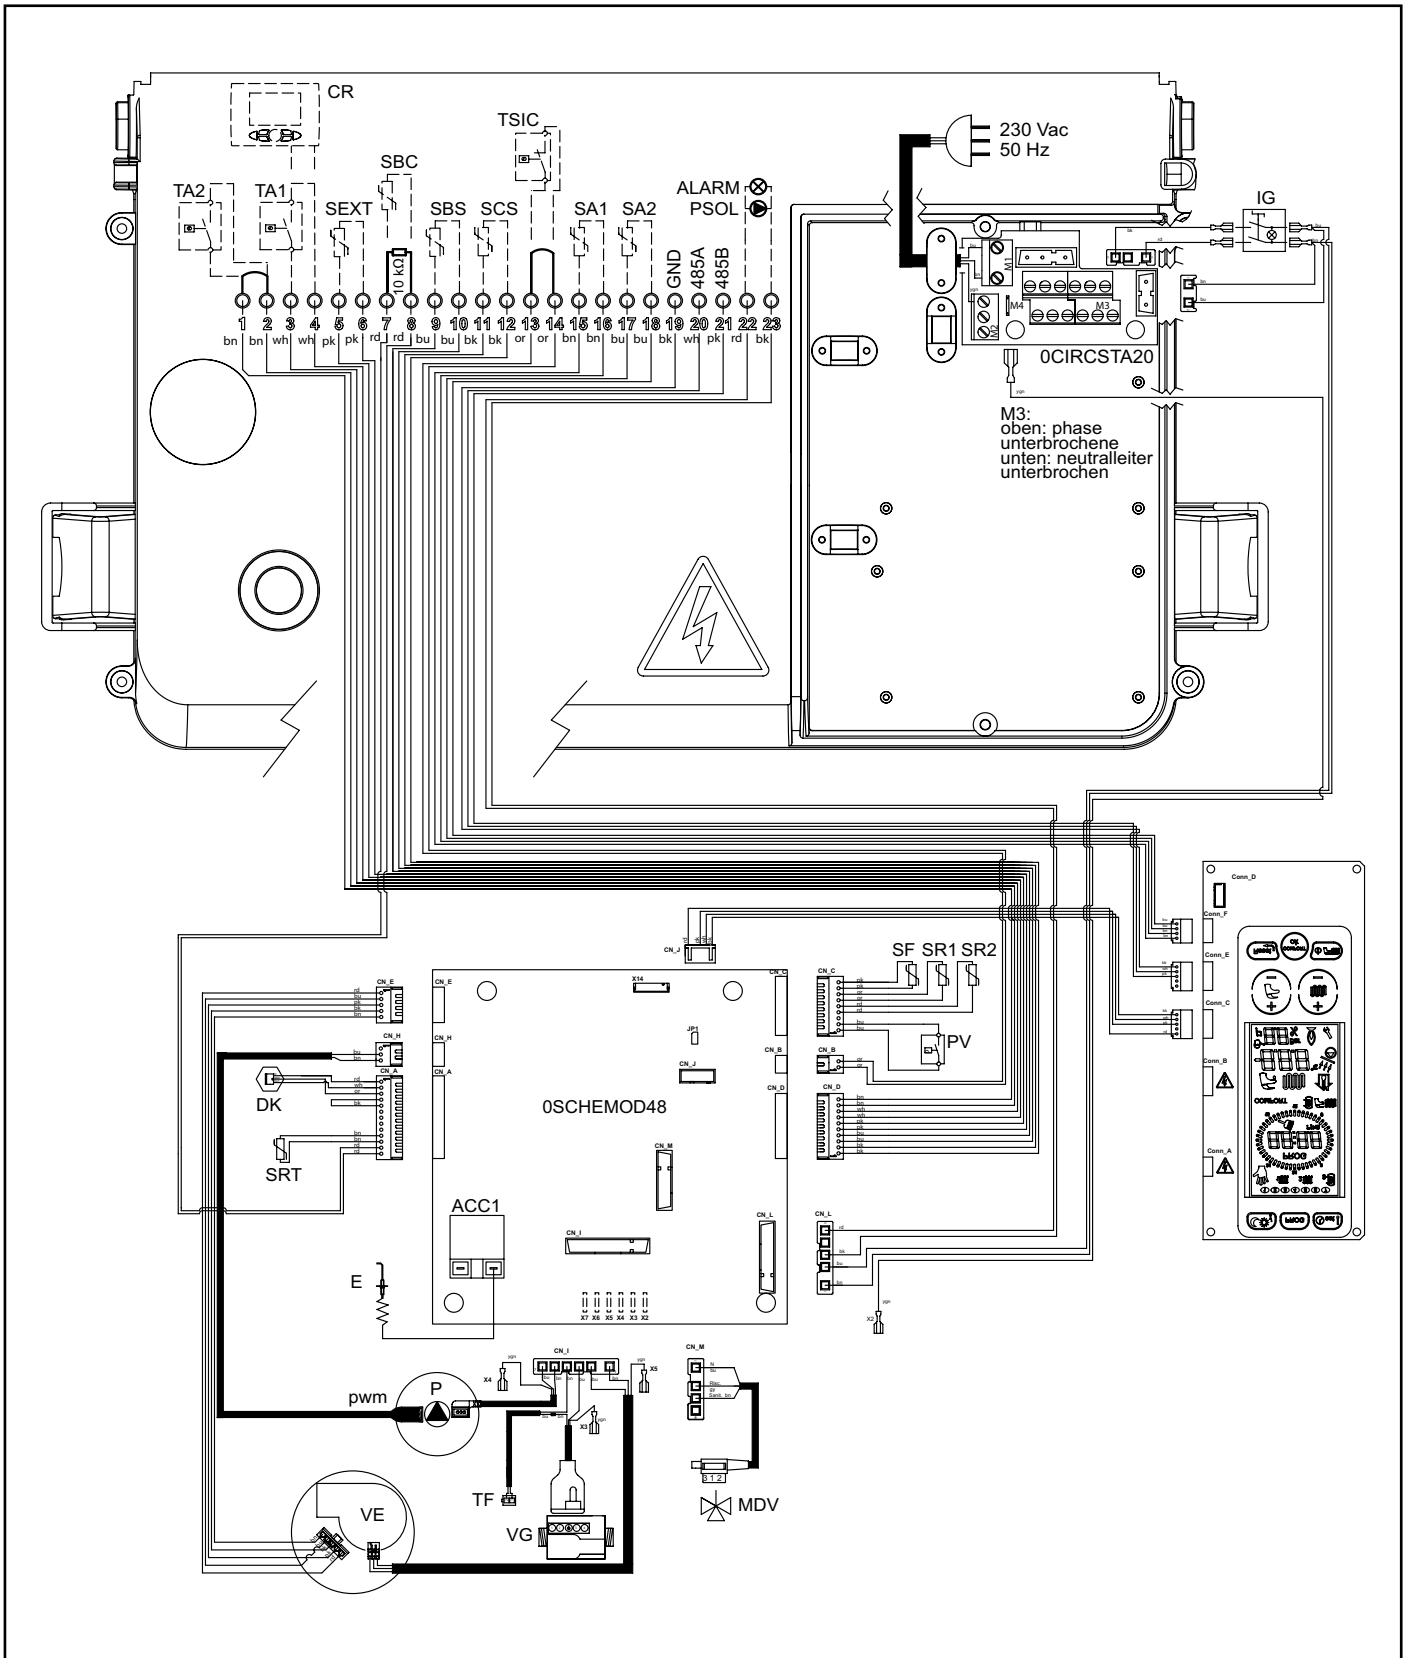
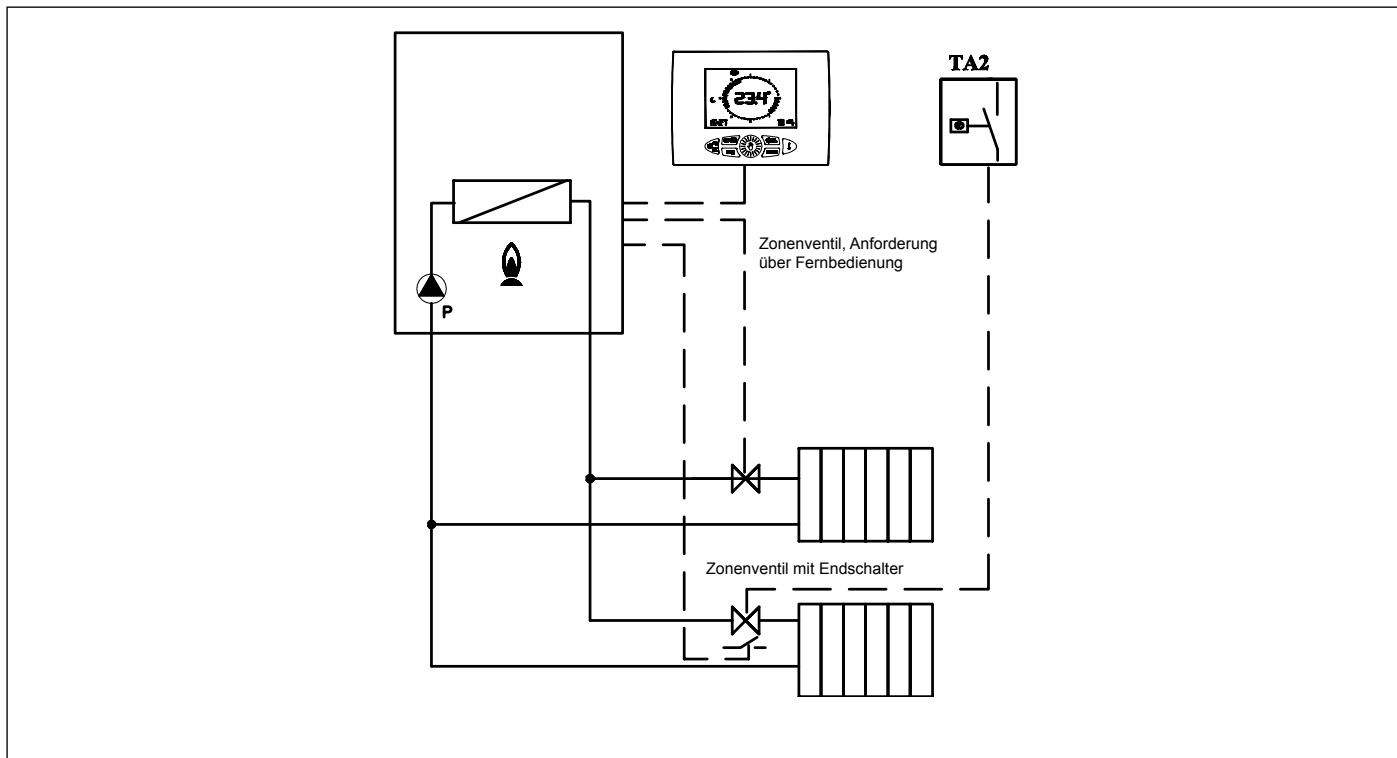

Abb. 34 Elektro- Schaltplan KRB
Abb. 35 Multifunktionsrelais, Anforderung über Fernbedienung und TA2
- Den Kunststoffkörper der Mischeinrichtung nach Lösen der beiden Befestigungsschrauben abziehen (siehe Abb. 34 Kunststoffkörper der Gas-Luft Mischeinrichtung).
- Beide Gas-Düsen der Mischeinrichtung mit einem 6 mm Innensechskantschlüssel lösen/herausdrehen (siehe Abb. 34 Kunststoffkörper der Gas-Luft Mischeinrichtung).
- Den Kunststoffkörper (Venturi) erneut montieren und ihn dabei, in der richtigen Position in die Mischeinrichtung einsetzen und mit den Befestigungsschrauben fixieren, dabei darauf achten, dass die O-Ringe, die an den Enden des Kunststoffkörpers (siehe Abb. 34 Kunststoffkörper Gas-Luft Mischeinrichtung sitzen, nicht beschädigt werden und die Montagerichtung einhalten (siehe Abb. 35 Montagelage).